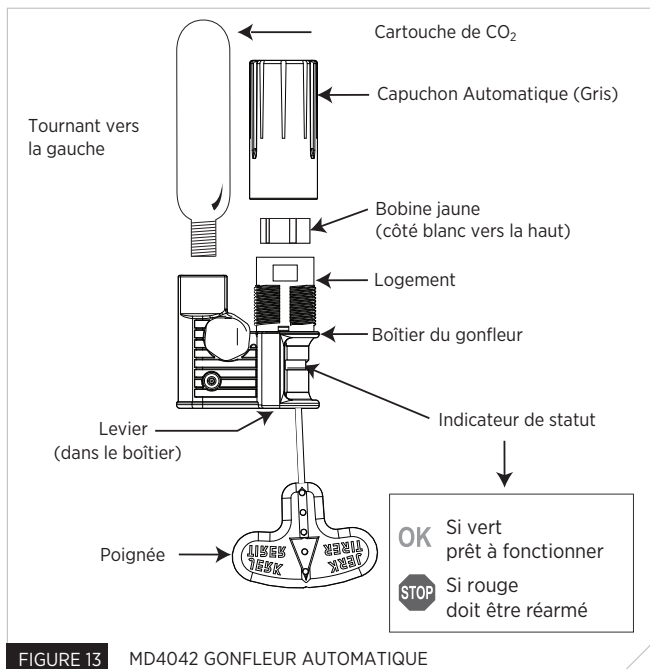

FIGURE 13 MD4042 GONFLEUR AUTOMATIQUE
7. Installez la bobine dans le logement du boîtier (Fig. 13), le côté blanc vers le haut. En alignant les rainures de la bobine avec les languettes du logement. La bobine devrait s'insérer facilement.
11. Examinez l'indicateur de statut (Fig. 13) et assurez-vous qu'il est VERT. Si l'indicateur de statut est rouge, le mécanisme a été déclenché ou n'est pas bien armé et doit être réarmé.